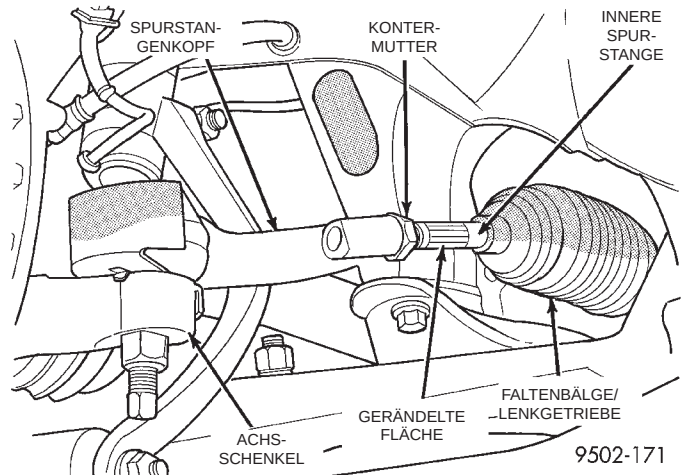

Abb. 4 Kontermutter der inneren an der äußeren Spurstange
(7) Kontermuttern der Spurstange lockern (Abb. 4). Die inneren Spurstangen an der gerändelten Oberfläche anfassen (Abb. 4) und so drehen, daß die Spur der Vorderräder auf den Sollwert eingestellt wird. Die Sollwerte sind im Abschnitt "Technische Daten" in diesem Kapitel zusammengefaßt.
(8) Die Kontermuttern (Abb. 4) mit einem Anzugsmoment von 61 N·m (45 ft. lbs.) festziehen.
(9) Verdrehungen der Faltenbälge am Lenkgetriebe (Abb. 4) beseitigen.
(10) Zwingen vom Lenkrad abnehmen.